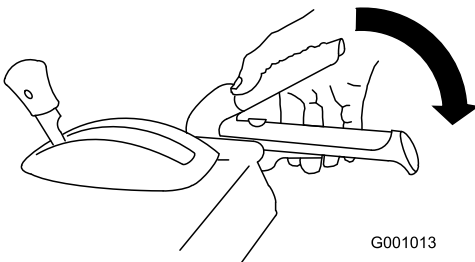

Figura 20
1. Para engatar a transmissão da broca/hélice, aperte a alavanca direita (broca/hélice) para a pega (Figura 20).